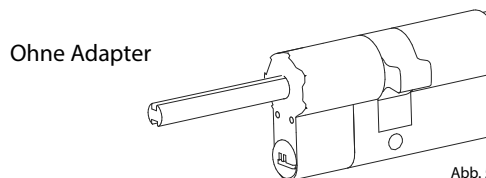

Abb. 5
- < 43 mm = Kein Adapter benötigt (Abb. 5)